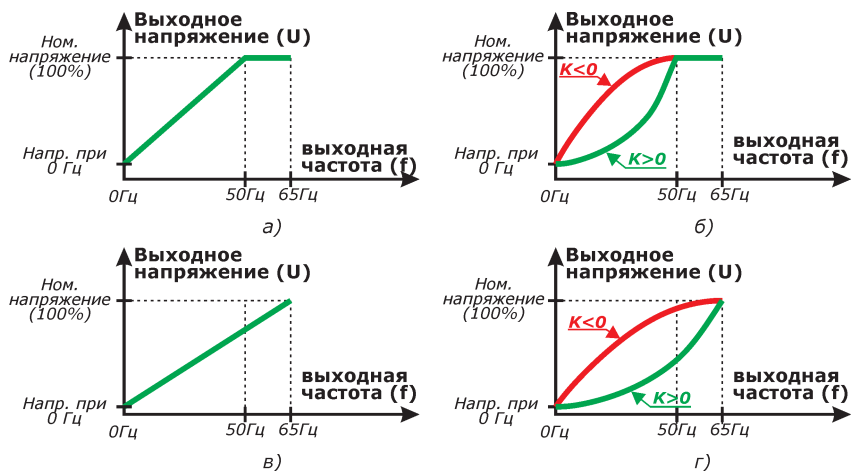

Рисунок 4.4 - Виды характеристики U/f:
- линейная - обеспечивается линейное соотношение между частотой и напряжением (см. рисунок 4.4 а, в). Характеристика используется в механизмах с постоянным моментом нагрузки на валу (т.е. не зависящим от скорости рабочего органа).
- квадратичная - напряжение двигателя изменяется по квадратичной зависимости по мере возрастания частоты от 0 Гц до номинальной частоты двигателя (см. рисунок 4.4 б, г). Характеристика используется в механизмах с моментом нагрузки, зависящим от скорости (насосы, вентиляторы).